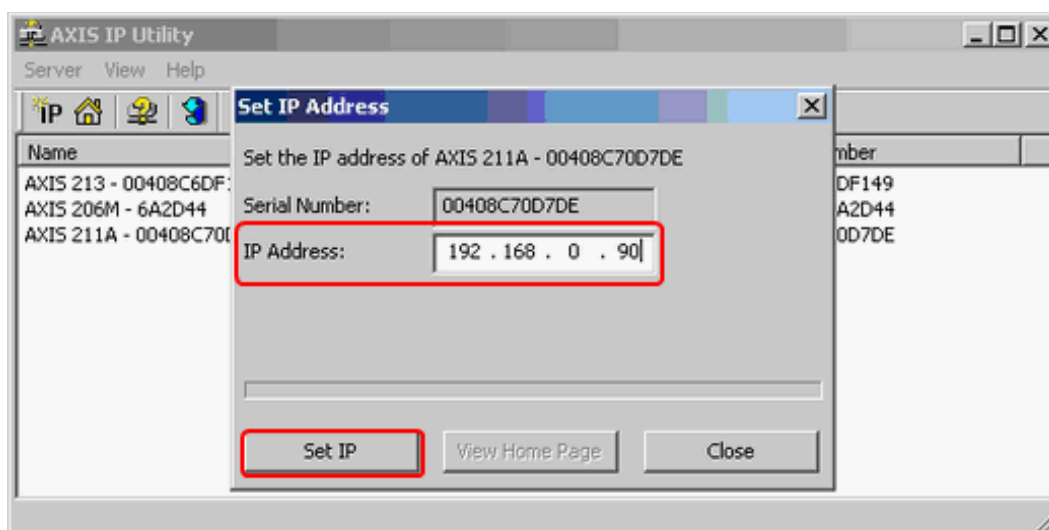

Рис. 6.1—8 Ввод требуемого IP-адреса в диалоговом окне «Set IP Address»
- 2.6. Подтвердить назначение указанного IP-адреса сетевой видеокамере Axis, нажав на кнопку «Set IP» (см. Рис. 6.1—8).